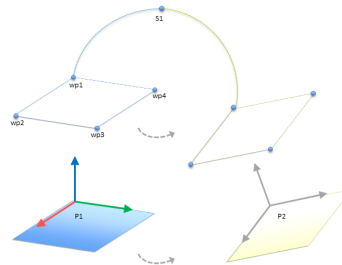

Figure 16.7: Переключение с одной плоскости детали на другую
16.6, смещения O1 и O2). Это достигается за счет использования функций сценариев `pose_add()` или `pose_trans()` для управления переменной. Можно переключать на другую деталь во время выполнения программы вместо добавления смещения. Этот случай показан в примере ниже (см. рисунок 16.7), где исходная деталь для команды `MoveL P1_var` может переключаться между двумя плоскостями P1 и P2.